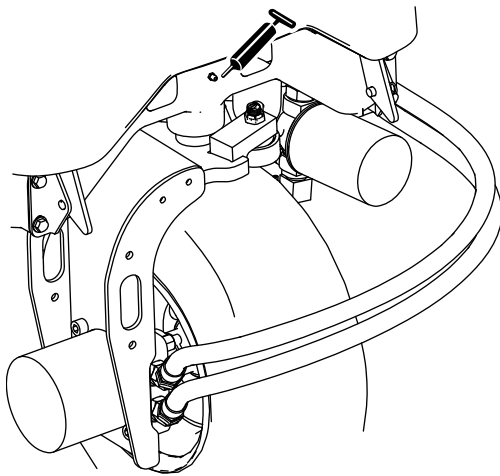

Figura 36
- Pivote de dirección (**Figura 36**)